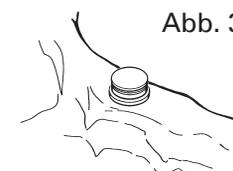

Abb. 3
3. Setzen Sie ein Locator-Käppchen mit der schwarzen Bearbeitungspatrize (636070 Packung) in jeden Locator Implantat-Aufbau und belassen Sie den weißen Platzhalter darunter (Abb. 3). Die Bearbeitungspatrize hält die Overlay-Prothese während der Bearbeitung im oberen Bereich der vertikalen Elastizität.